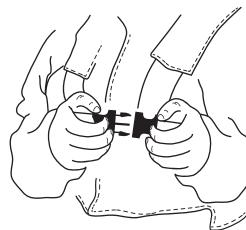

Fig. 1
Cablajul tăietorului cu perii este echipat cu o blocare de eliberare rapidă accesibilă situată la piciorul utilizatorului, care este utilizată ca element de siguranță pentru a arunca mașina, în caz de incendiu (Fig. 1). Înainte de a utiliza tăietorul cu perie, verificați întotdeauna dacă blocarea cu eliberare rapidă funcționează corect.
- ▶ În partea din față a hamului se află o articulație cu eliberare rapidă ușor accesibilă (situată la sâul utilitarului), care poate fi folosită în caz de pericol care necesită eliberarea de mașină (Fig. 1).